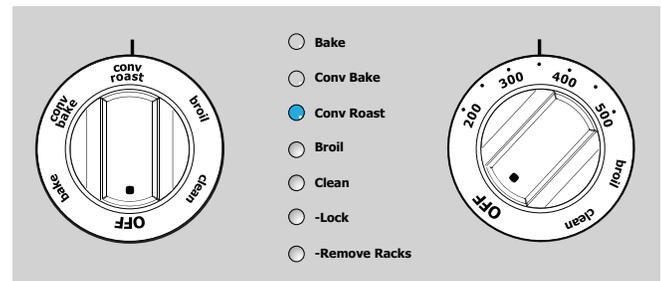

Figure 20 : Sélection rôtir par convection
7. Tourner le bouton du four sur < **Conv Roast** > (rôtir par convection). Le témoin lumineux < Conv Roast > (rôtir par convection) clignote (Figure 20)